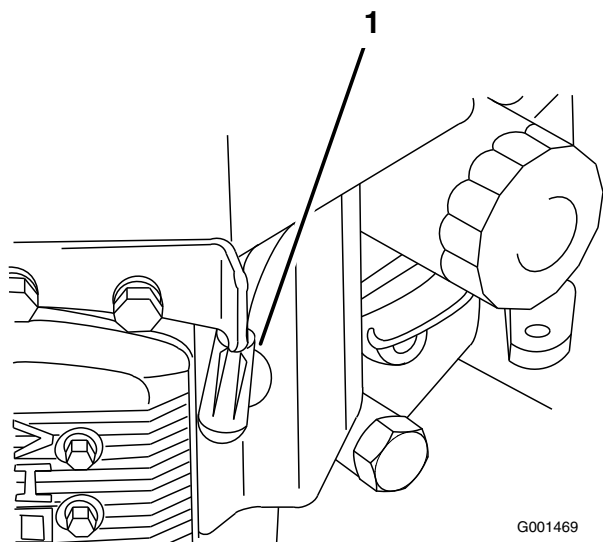

Figure 28
3. Débranchez les bougies (Figure 28).